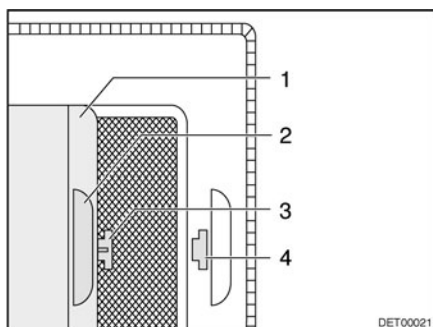

Fig. 59 Persiana oscurecedora enrollable
- Tirar de la persiana oscurecedora enrollable (Fig. 59,1) por el asidero (Fig. 59,2) y enganchar el gancho (Fig. 59,3) en el orificio (Fig. 59,4).
- Sacar el gancho (Fig. 59,3) del orificio (Fig. 59,4) y devolver a su posición la persiana oscurecedora enrollable.